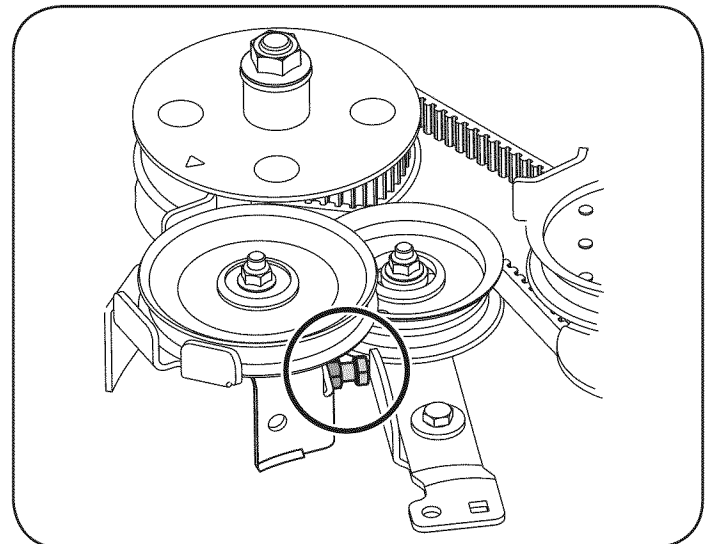

Figura 26
5. Afloje el tornillo de 3/8-16 y la tuerca acoplados al montaje de la plataforma, Figura 26.